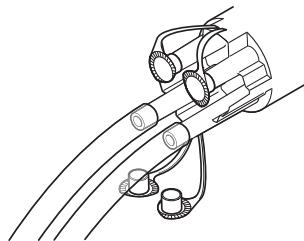

図4 チューブのマニホールドへの接続
- 吸引チューブをマニホールドポートに取り付けます(図4)。必要に応じて、内径5/16インチ(7.9 mm)の吸引チューブまたは5/16インチ(7.9 mm)アダプタ付き内径1/4インチ(6.4 mm)の吸引チューブを使用してください。